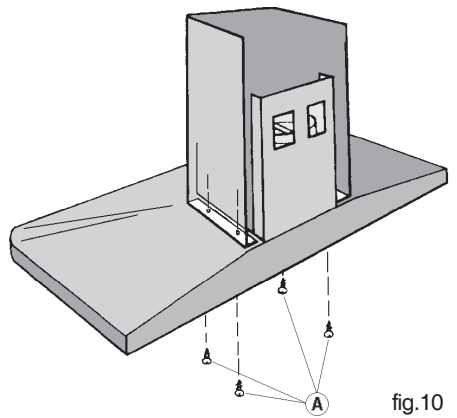

fig.10
6. Rabaissez la cheminée inférieure en la posant délicatement et fixez-la au moyen de 4 vis en manoeuvrant de l'intérieur de la hotte (fig. 10) après avoir retiré les filtres métalliques.